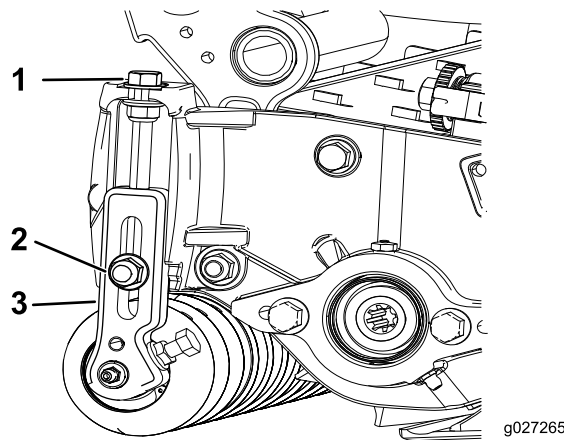

Figura 15
- Allentate i dadi di bloccaggio che fissano le staffe dell'altezza di taglio sulle piastre laterali dell'apparato di taglio (Figura 15).